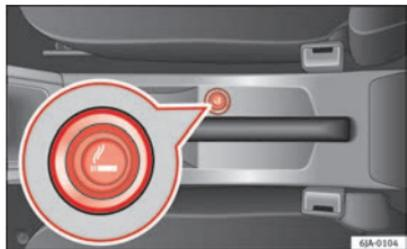

Fig. 85 Console centrale : allume-cigare
L'allume cigare se trouve à l'avant de la console centrale ⇒ fig. 85.
- Enfoncez le bouton de l'allume-cigare ⇒ fig. 85.